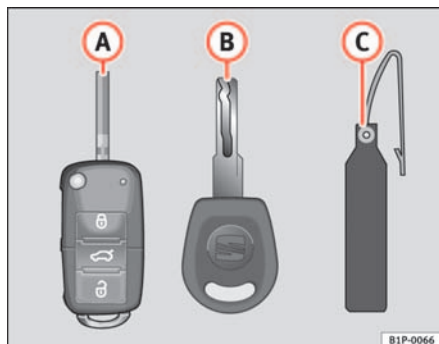

Fig. 62 Juego de llaves
- una llave con mando a distancia ⇒ fig. 62 **A** con espadín desplegable,
Sólo es posible hacer duplicados con el número de la llave del llavero de plástico ⇒ fig. 62 **B**. Por este motivo:
- Utilice las dos llaves que se entregan con el vehículo ⇒ página 105, fig. 62, la llave provista de emisor de radiofrecuencia  y la llave convencional .